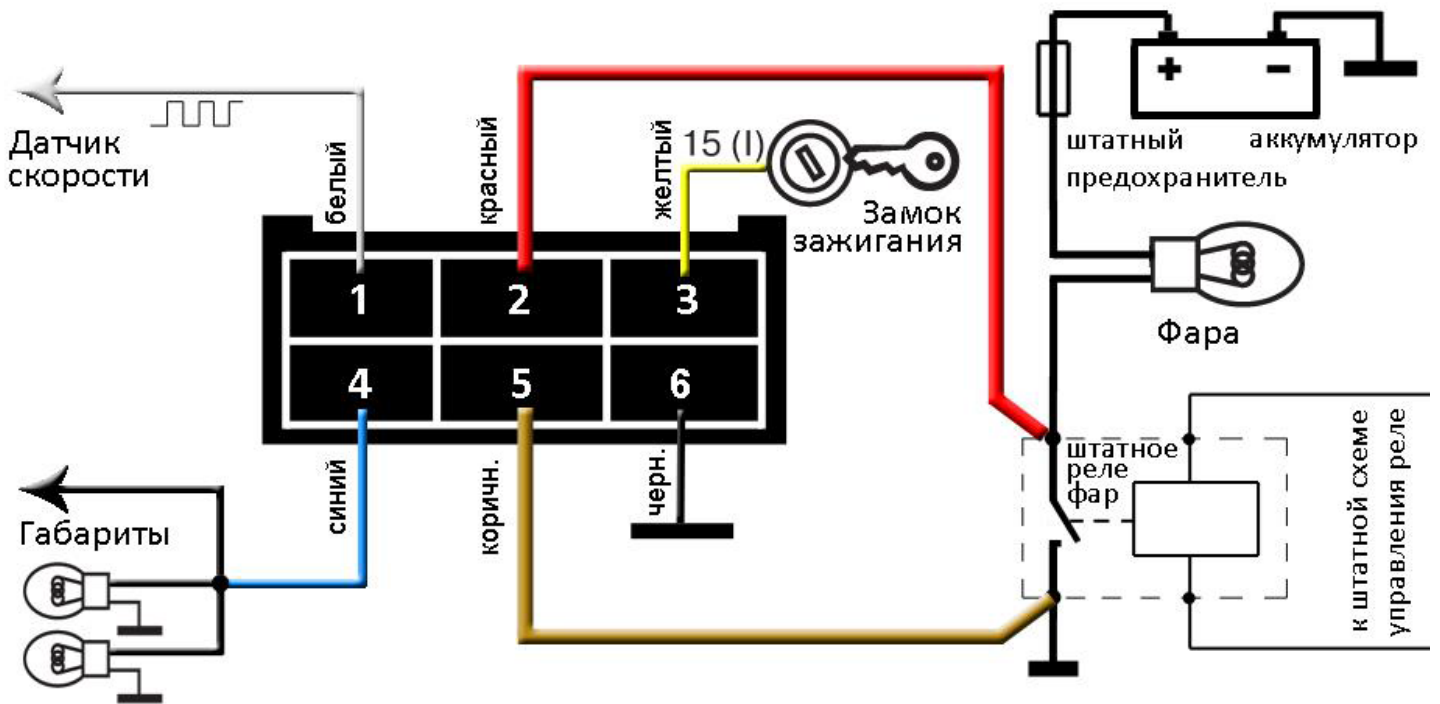

Рисунок 2
2. **Дальний свет** (сечение 1 мм^2). Подключается к проводу, подключенному к контакту штатного реле включения ламп дальнего света, который подключен к лампам фары (см. рис.2). Точка подключения должна быть как можно ближе к реле.
5. **Корпус для силовой части** (сечение 1 мм^2). Подключается к проводу, в непосредственной близости от контакта штатного реле включения света, который подключен к корпусу автомобиля (см. рис.2).